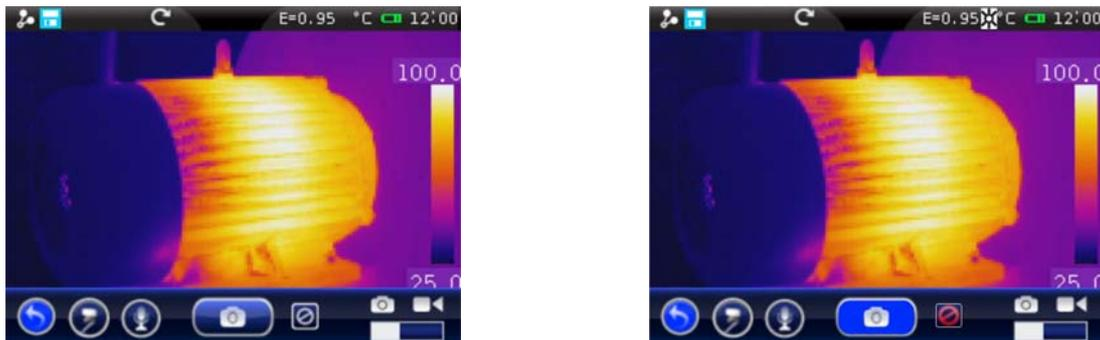

Fig. 60: Fissaggio dell'immagine a display e salvataggio
2. Premere il tasto **T** (Trigger) per fissare una immagine IR a display. Il simbolo "⚙️" appare nella parte alta del display, l'icona "🔒" appare nella parte bassa del display e l'icona "📷" assume il colore azzurro pieno "📷" (vedere Fig. 60 – parte destra). Il medesimo risultato si ottiene toccando l'icona "📷" nel menu generale e toccando l'icona "📷" (vedere Fig. 60 – parte sinistra). Toccare l'icona "📷" e successivamente il tasto **T** per uscire dalla funzione di Hold